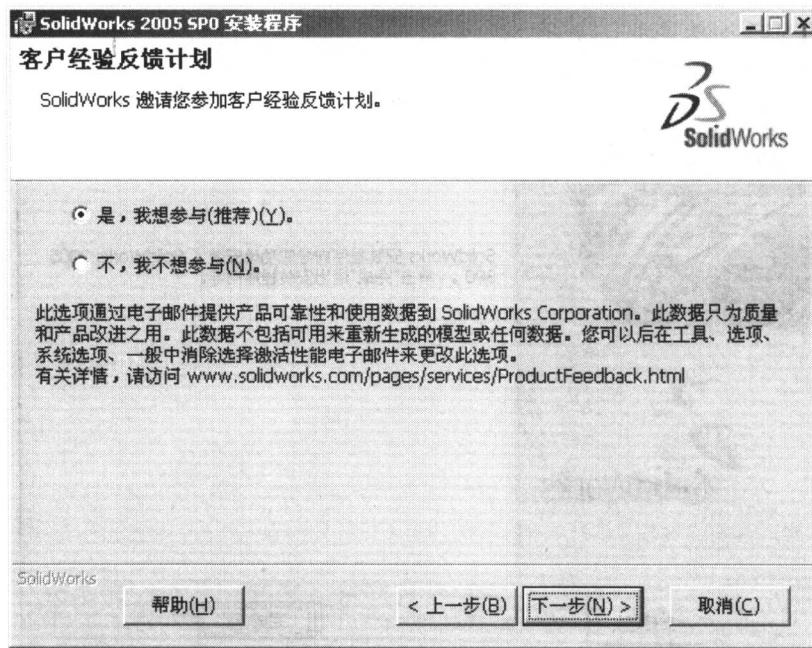

图 1-8 选择是否参与客户经验反馈计划
(8) 单击“下一步”按钮，如图 1-8 所示，选择是否参与客户经验反馈计划。